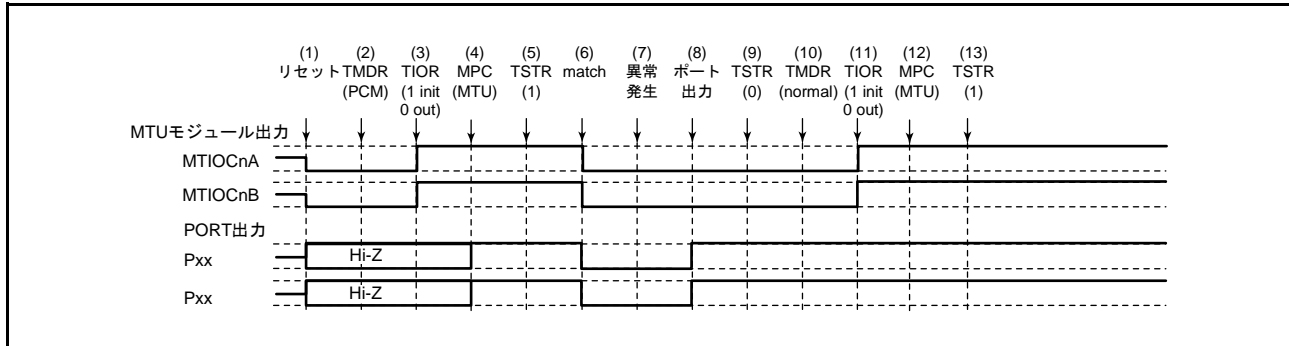

図 20.159 位相計数モードで異常が発生し、ノーマルモードで復帰する場合
位相計数モードで異常が発生し、再設定後ノーマルモードで再スタートする場合の説明図を図 20.159 に示します。
(1) ~ (9) は図 20.159 と共通です。
(10) PWM モード1を設定します。
(11) TIOR レジスタで端子を初期化してください (PWM モード1では MTIOCnB (MTIOCnD) 端子に波形が出力されません。出力すべきレベルがある場合は、I/O ポートのポート方向レジスタ (PDR)、ポート出力データレジスタ (PODR) で汎用出力ポートの設定をしてください)。
(12) MPC と I/O ポートのポートモードレジスタ (PMR) で MTU 出力としてください。
(13) TSTRA レジスタで再スタートします。
(19) 位相計数モードで動作中に異常が発生し、PWM モード2で再スタートする場合の動作
(10) PWM モード2を設定します。
(11) TIOR レジスタで端子を初期化してください (PWM モード2では周期レジスタの端子に波形が出力されません。出力すべきレベルがある場合は、I/Oポートのポート方向レジスタ (PDR)、ポート出力データレジスタ (PODR) で汎用出力ポートの設定をしてください)。
(12) MPC と I/Oポートのポートモードレジスタ (PMR) で MTU 出力としてください。
(13) TSTR レジスタで再スタートします。
(20) 位相計数モードで動作中に異常が発生し、位相計数モードで再スタートする場合の動作
(10) 位相計数モードで再スタートする場合には必要ありません。
(11) TIOR レジスタで端子を初期化してください。
(21) 相補 PWM モードで動作中に異常が発生し、ノーマルモードで再スタートする場合の動作